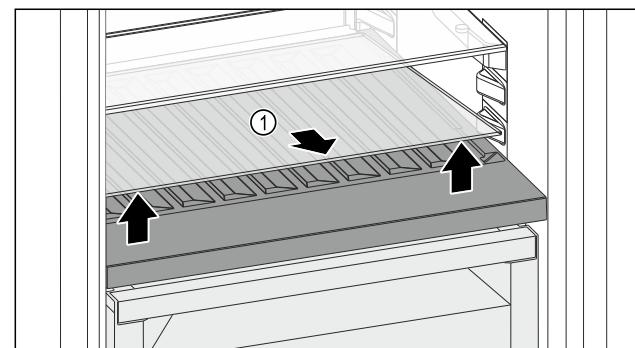

Fig. 103
- Glasplatte *Fig. 103 (1)* an der Aussparung vorne anheben und herausnehmen.
- Glasplatte *Fig. 103 (1)* außerhalb des Geräts sicher aufbewahren.